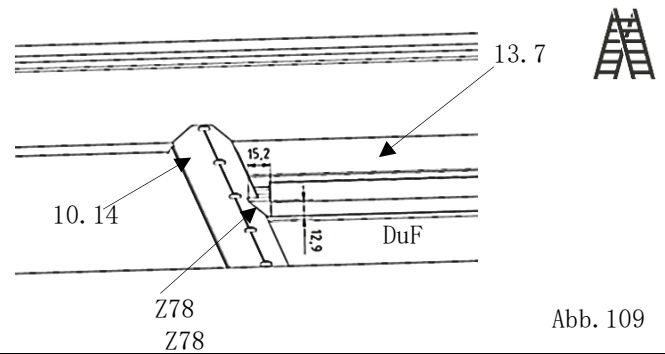

Abb. 109
- die vier Abdichtungskeile (Pos. Z78) zwischen den Eindeckprofile (Pos. 10.14) und Querriegel-Stöße (Pos. 13.7) einbauen. Abb. 109
Hinweis: die Maße des Abdeckwinkels dienen zur Einbau-Orientierung siehe Abb. 109
- die Verschraubungen werden noch nicht festgezogen, sodass die Anbindungsbleche (Pos. V29) noch verschiebbar sind. Abb. 109